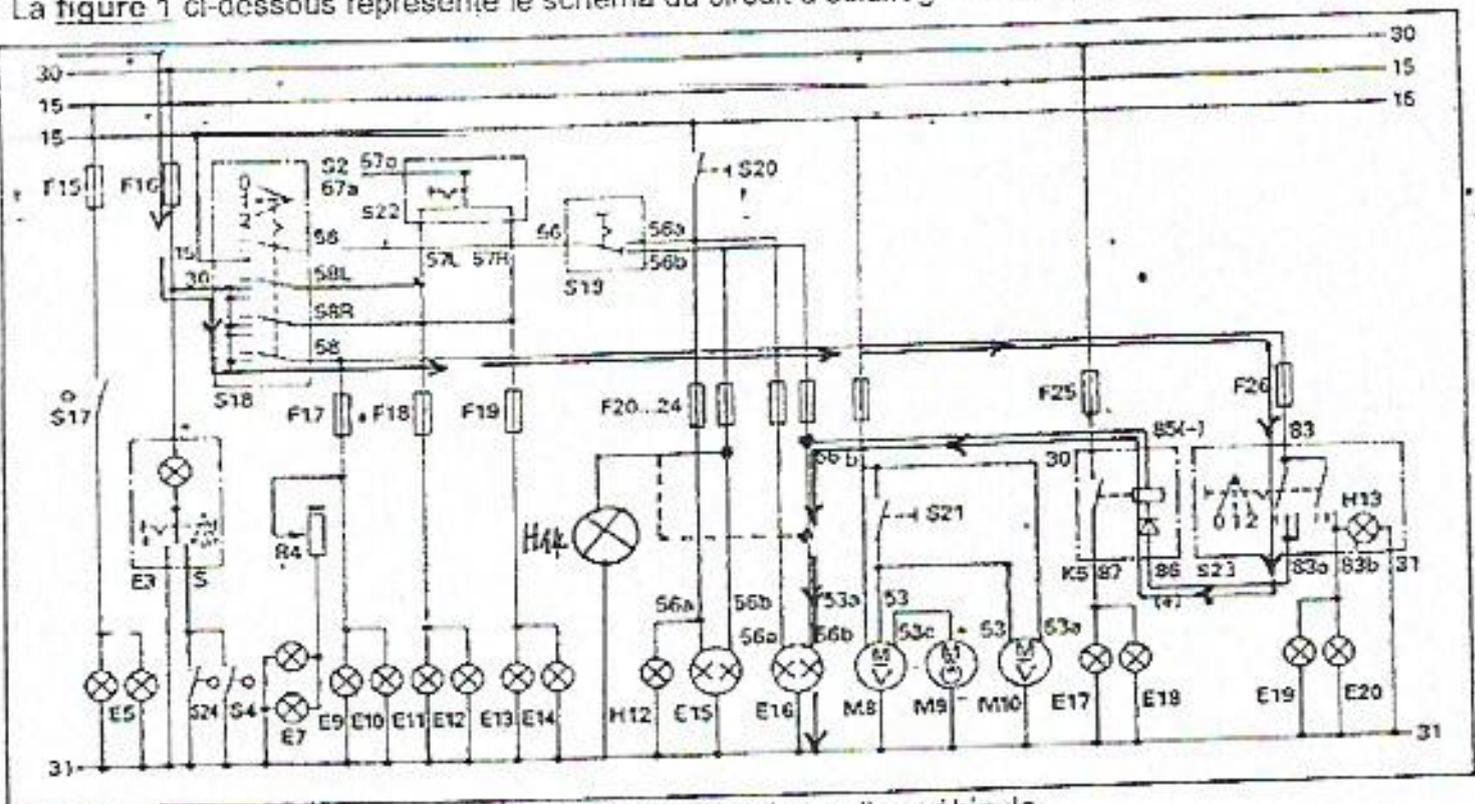

Figure 1: circuit d'éclairage d'un véhicule
La figure 1 ci-dessous représente le schéma du circuit d'éclairage d'un véhicule.
I.1 Nommer le type le schéma représenté à la figure 1 ci-dessus.
I.2 En cas de coupure du fusible F16 de la figure 1 ci-dessus, citer deux (02) circuits mis hors d'usage. (0.5pt x 2 = 1pt)
I.3 A l'aide de lignes fléchées (· · · · ·), montrer sur le schéma de la figure 1 ci-dessus, le parcours du courant de commande ou d'excitation du circuit des phares antibrouillards. (3pts)
I.4 Dessiner sur le schéma de la figure 1 ci-dessus, H14 représentant le témoin des feux de croisement. (2pts)
I.5 Sur le schéma de la figure 1 ci-dessus, l'intensité d'éclairage de H13 augmente subitement, dire ce qui peut en être la cause. (1pt)